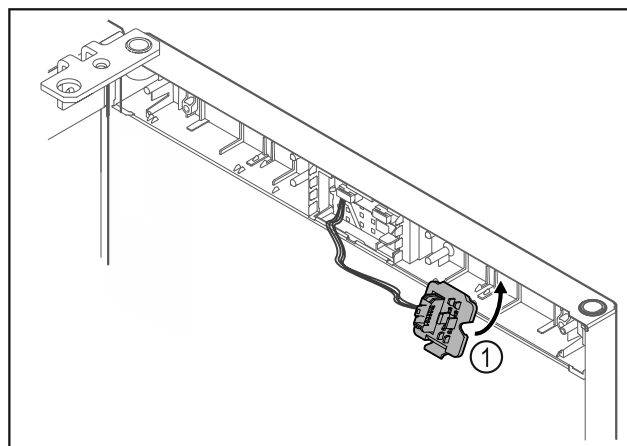

Fig. 14
- Zaklapněte držák zástrčky Fig. 14 (1) na protilehlé straně.*